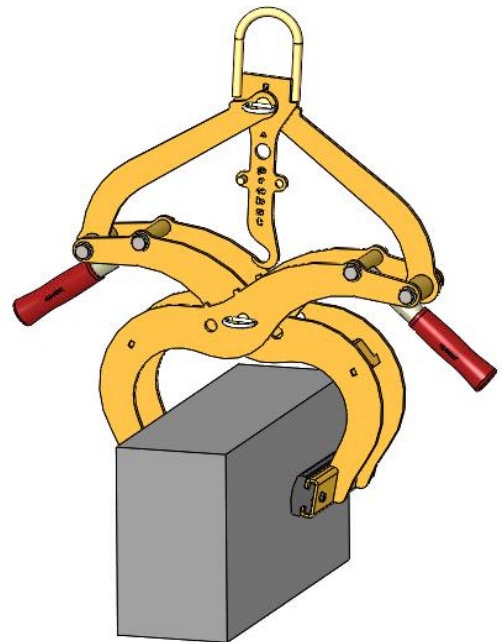

Abb.3
- Für diesen Greifbereich müssen die Dreieck ▲-Kennzeichnungen an den Greifarmen (in der Mitte des Gerätes) **deckungsgleich** sein (Abb. 2) und am *Verriegelungshaken* (2) muss die Dreieck ▲-Kennzeichnung über dem *Steckbolzen mit Klappsplint* (7) positioniert werden (Abb. 3).
- Um die Greifbereichseinstellung vorzunehmen, wird der Steckbolzen mit Klappsplint (6) bzw. der Steckbolzen mit Klappsplint (7) entfernt.
- Nachdem der Greifbereich eingestellt wurde, muss das Gerät wieder mit dem Steckbolzen mit Klappsplint (7) bzw. mit Sicherheitsbolzen (6) gesichert werden.
- Für diesen Greifbereich müssen die Viereck ■-Kennzeichnungen an den Greifarmen (in der Mitte des Gerätes) **deckungsgleich** sein (Abb. 2) und am *Verriegelungshaken* (2) muss die Viereck ■-Kennzeichnung über dem *Steckbolzen mit Klappsplint* (7) positioniert werden (Abb. 3).
- Um die Greifbereichseinstellung vorzunehmen, wird der Sicherheitsbolzen (6) sowie der Steckbolzen mit Klappsplint (7) entfernt.